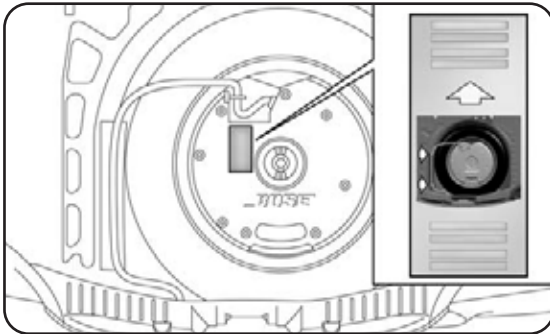

fig. 11
- vuelva a colocar el contenedor en su sitio (con la flecha hacia adelante) y apoye el Subwoofer sobre el mismo, con cuidado de colocarlo según las indicaciones presentes en el contenedor (fig. 11) de forma que la inscripción "BOSE" pueda leerse al derecho;